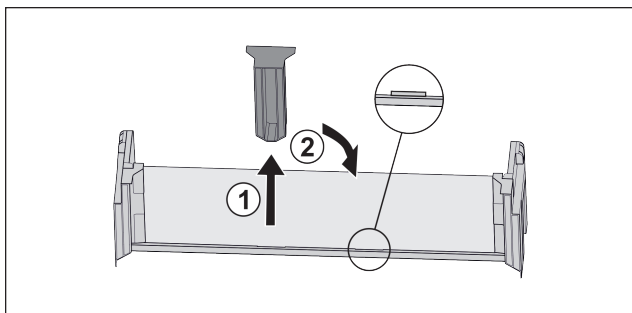

Fig. 29
- ▶ Изтеглете средната задържаща част Fig. 29 (1).
- ▶ Вкарайте средната задържаща част на втората позиция Fig. 29 (2).